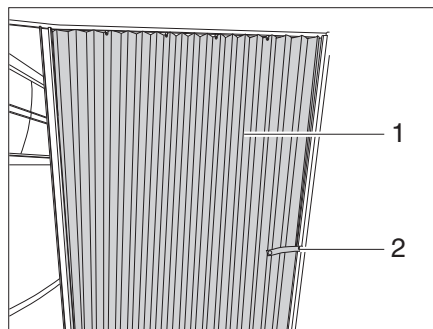

Bild 76 Faltvorhang
- Das Sicherungsband (Bild 76,2) lösen.
- Faltvorhang (Bild 76,1) in Schließstellung ziehen.
- Faltvorhang (Bild 76,1) in die Öffnungsposition führen.
- Faltvorhang mit dem Sicherungsband (Bild 76,2) befestigen.